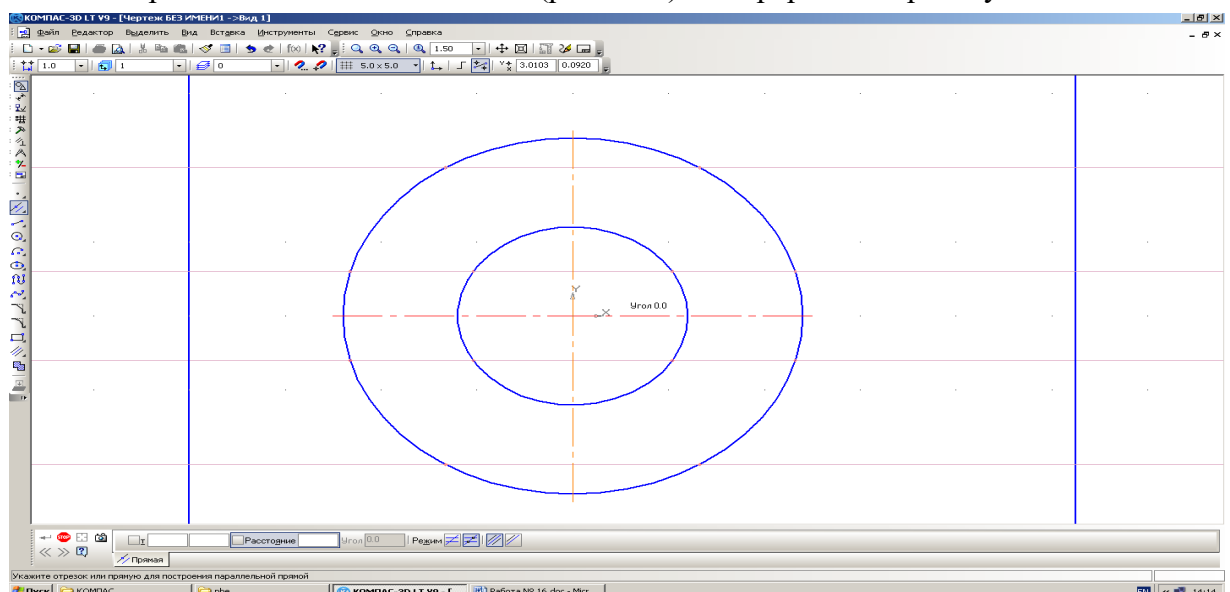

Рис. 16.3.
- 3.4. Постройте две пары горизонтальных вспомогательных прямых на расстоянии 3 мм и 10 мм от горизонтальной осевой линии (рис. 16.3). Не прерывайте работу с командой!